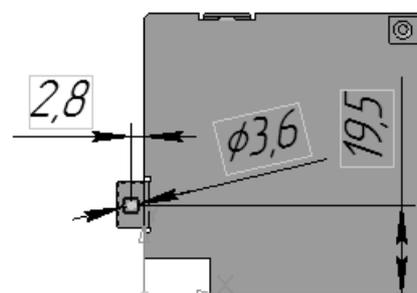

Рис. 10.28. Эскиз отверстия в сгибе №4
31. Постройте эскиз отверстия в сгибе №4 (рис.10.28). Параметры операции **Открытая штамповка** такие же, как для отверстия в сгибе №2.